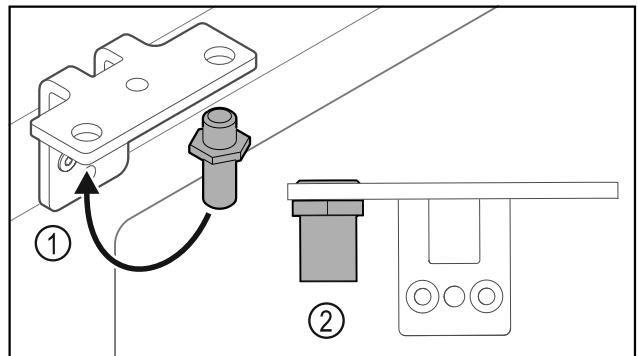

Fig. 25
- Bolzen Fig. 25 (1) im Scharnierwinkel umsetzen.
- Bolzen Fig. 25 (2) mit **Drehmoment von 12 Nm** anziehen.